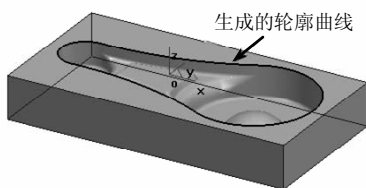

图 3-78 生成的轮廓曲线
(1) 设定轮廓曲线 选择下拉菜单“造型”→“曲线生成”→“相关线”，或单击“曲线生成”栏中的按钮，在立即菜单中选取“实体边界”方式，根据状态栏提示，拾取连杆型腔的上表面的轮廓线，单击右键完成操作，如图 3-78 所示。